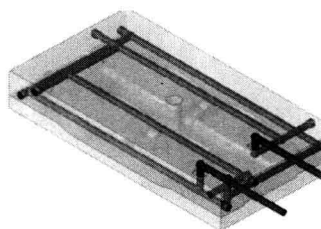

图 1-7 模具冷却通道
- 加热和冷却装置：为满足注射成型工艺对模具温度的要求，模具上需设有加热和冷却装置。加热时在模具内部或周围安装加热元件，冷却时在模具内部开设冷却通道，如图 1-7 所示。